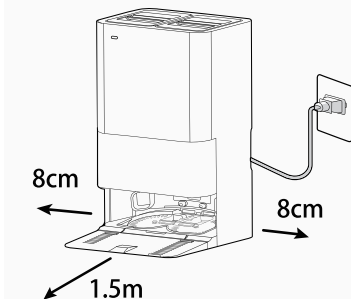

Рис. 3
3. Установите док-станцию на неотражающую ровную поверхность, лучше всего у стены. Если поверхность пола имеет слишком высокий коэффициент отражения, это будет создавать помехи для навигационной системы пылесоса и вызывать сложности при обнаружении док-станции. Убедитесь, что по обе стороны имеется не менее 8 см свободного пространства, а спереди – не менее 1,5 м открытой площади [Рис. 3]